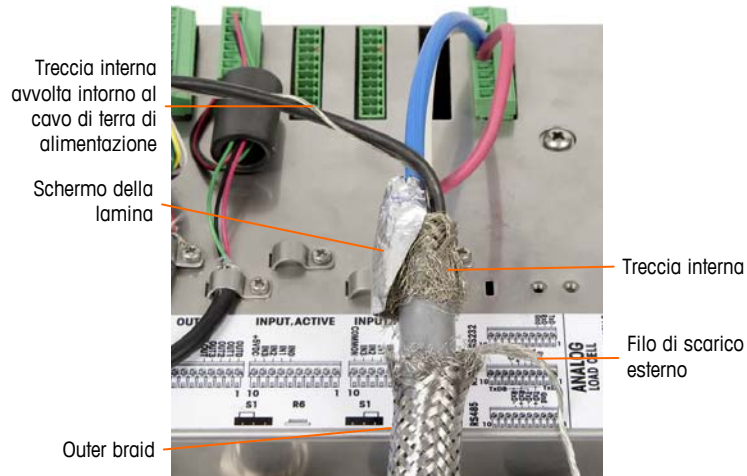

Figura 2-45: Cavo home run PDX, armadietto per montaggio a pannello
- a. Arretrare la treccia esterna e piegare la treccia interna piegata e lo schermo della lamina in modo uniforme sul limite della guaina isolante del cavo, come illustrato in Figura 2-45.